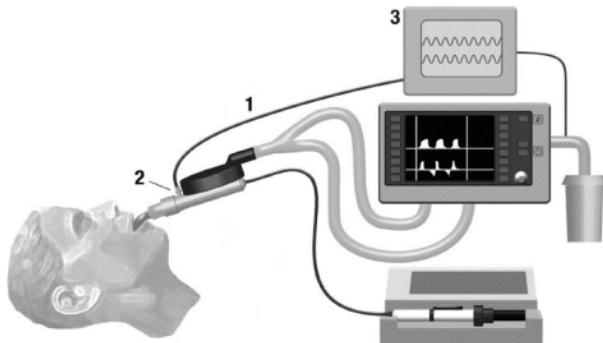

Figura 1
1. Conecte a Linha de Amostragem de Gás (1) à porta de amostragem do monitor de gás dos Sedacanda ACD (2), conforme ilustrado na figura 1. Gire o conector luer no sentido horário, para obter um ajuste seguro e garantir que não haja vazamento de gases no ponto de conexão.
2. Conecte a Linha de Amostragem de Gás (1) ao monitor de gás respiratório (3). Gire o conector luer no sentido horário, para obter um ajuste seguro e garantir que não haja vazamento de gases no ponto de conexão.